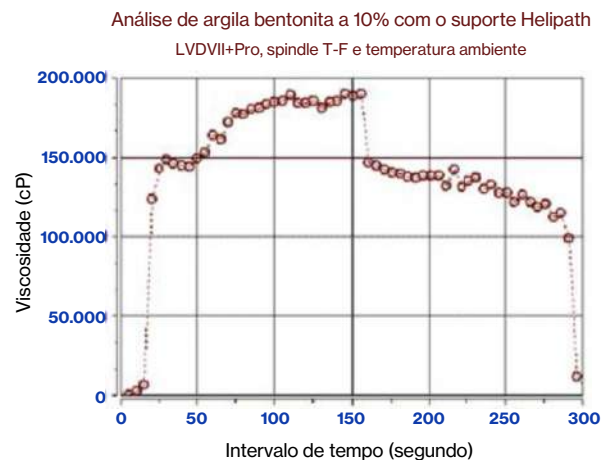

Figura 1
- Figura 1: Mostra os dados registrados durante a análise.